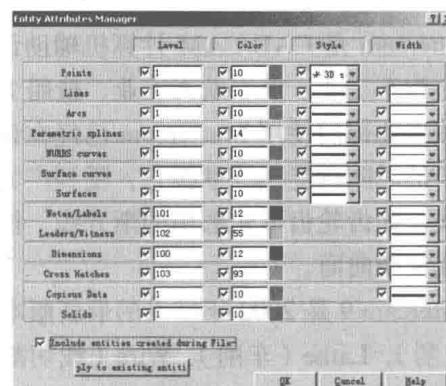

图 1-2
(1) 在打印机和绘图机输出图形时增加线型打印的线宽, 可在 CAD 设置对话框中进行设置。
(2) 增加一个“实体属性管理器”。单击 Attributes (属性) 对话框左下角的 EA Mgr 按钮, 显示 Entity Attributes Manager (实体属性管理器) 对话框, 如图 1-2 所示。